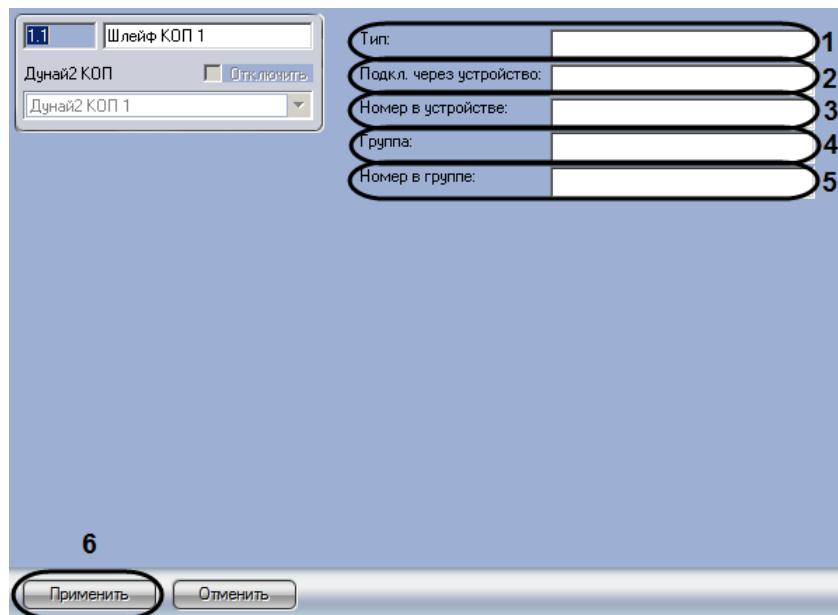

Рис. 3.4—2 Настройка шлейфа КОП
- В поле **Тип** ввести численный код типа шлейфа (см. Рис. 3.4—2, 1). Коды типов шлейфов указаны в официальной документации производителя.
- В поле **Подкл. через устройство** ввести номер ППК, к которому подключен шлейф (см. Рис. 3.4—2, 2).